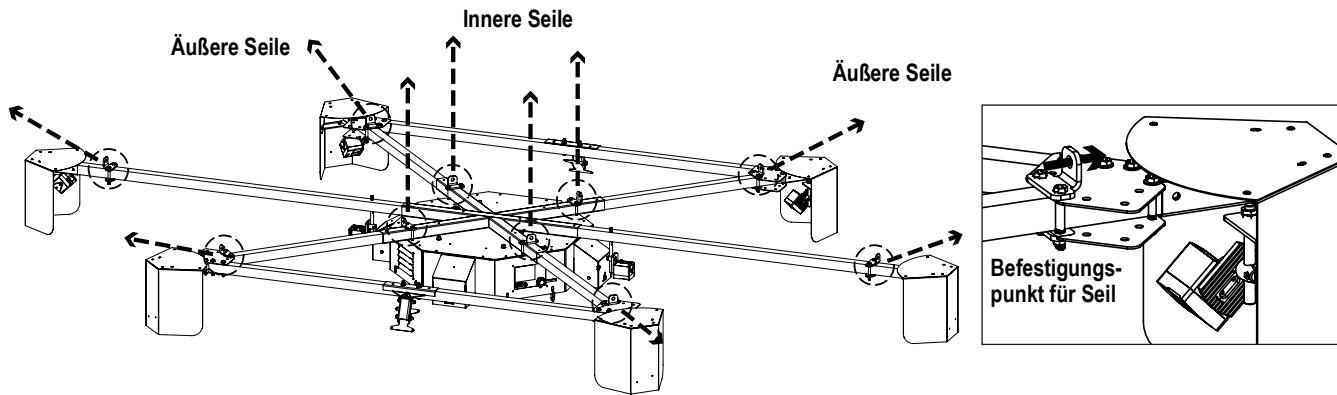

Abbildung 1. iDimension-Befestigungspunkte
6. Montieren Sie ein Spannschloss (Bestellnr. 169960) an jedem Befestigungspunkt für ein inneres Seil des Volumenmesssystems (Abbildung 1 auf Seite 2).